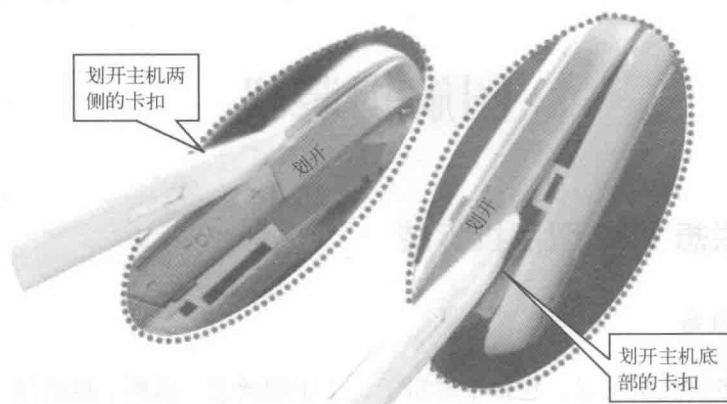

图 1-2 划开主机前壳卡扣
(1) 将撬棒插入主机前后壳之间的缝隙,从拍照键位置沿着壳体缝隙向上移动,依次松开壳体一侧的两个卡扣。然后翻转主机,使用同样方法分离主机另一侧的卡扣,以及主板底部的卡扣,如图 1-2 所示。